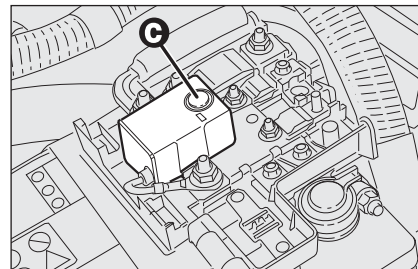

fig. 63
- appuyer sur le bouton **C-fig. 63** pour réactiver l'interrupteur alimentation électrique.